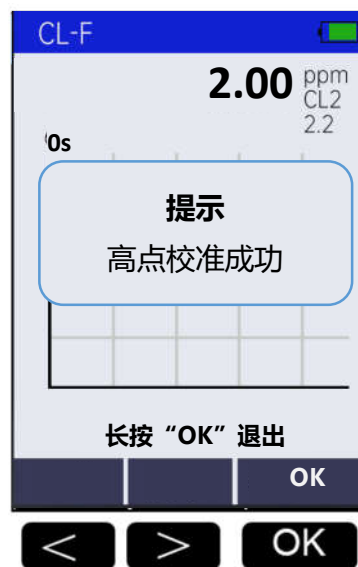

图 16: 高点校准成功
3、根据向左和向上按钮调整输入的高点样品数据，然后按“校准”按钮。请注意：为了获得最佳结果，标准溶液的浓度应小于最大浓度（3.1 支持的比色法列表），且大于最大浓度的一半。例如，要校准总氯，标准溶液浓度应在 1.1 至 2.2 ppm 之间。仅当输入浓度值在指定范围内时，才会出现校准成功屏幕，如图 16 所示。按 OK 键返回到所选方法屏幕。